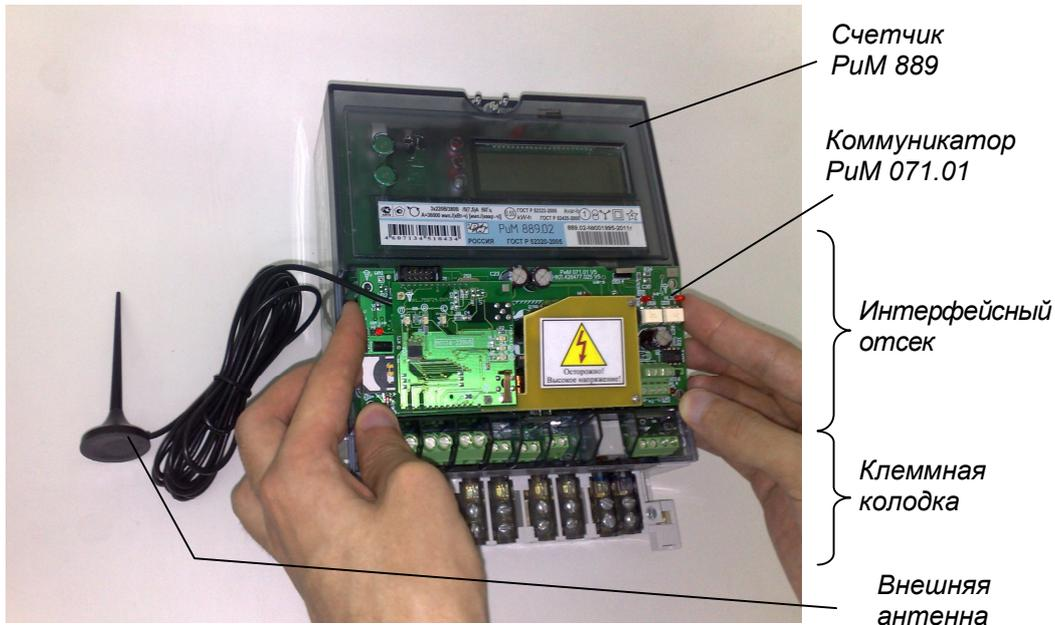

Рисунок 2 - Установка коммуникатора в интерфейсный отсек счетчика
5.5 Установка коммуникатора производится в специальный интерфейсный отсек, расположенный над клеммной колодкой счетчика (см. рисунок 2).
- 6) Взять коммуникатор (см. рисунок 2) двумя руками за края печатной платы полужесткими контактами питания вниз и модемом GSM к себе. Вставить контакты коммуникатора в отверстия клеммников (контакты 20 и 21) через прямоугольный паз в нижней части интерфейсного отсека. Сдвинуть коммуникатор вниз до упора, распорка при этом может сдвигаться.